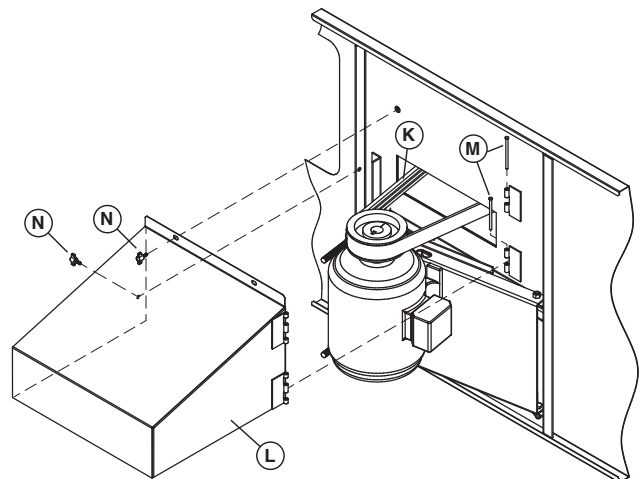

Abb. 16 – Montage von Motorabdeckung und Powerband-Keilriemen
7. Bringen Sie den Powerband-Keilriemen **K** (Abb. 16) auf die Riemenscheibe von Ventilator und Motor. Spannen Sie den Riemen mithilfe von Muttern an den Gewindestangen, wobei der Keilriemen nicht überspannt werden darf. Die Mitte des Keilriemens sollte durch mäßigen Fingerdruck etwa 3/4" (19 mm) nachgeben.
11. Zur Installation der Motorabdeckung **L** sind die Scharniere auszurichten und die Scharnierstifte **M** einzusetzen (siehe Abb. 16).